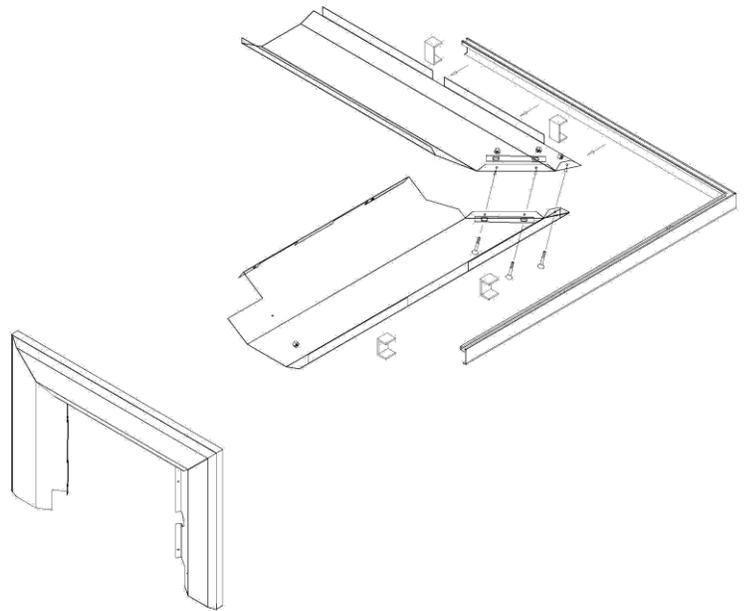

Figure 2.6
5. Alignez les trous situés sur les panneaux supérieur et latéraux et utilisez les six (6) vis, rondelles et écrous fournis. (Voir la Figure 2.6.)
7. Fixez la garniture à la façade au moyen des huit clips en "U". (Voir la Figure 2.6.)